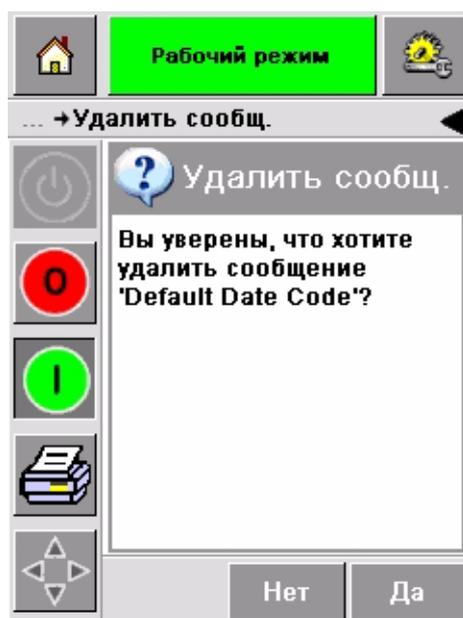

Рисунок 4-21: Страница подтверждения
- 6 Подтвердите удаление задания на печать (Рисунок 4-21 на странице 4-20).